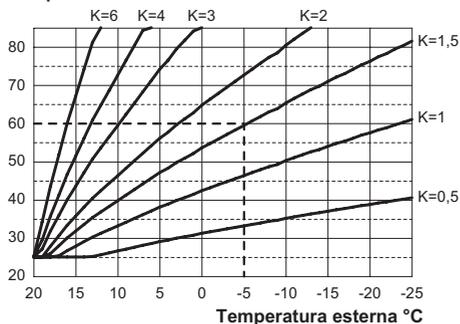

Figura 5.29
Quando si installa la sonda esterna bisogna impostare questo parametro in base al rendimento dell'impianto di riscaldamento per ottimizzare la temperatura di mandata (Figura 5.29).
Es. Per avere una temperatura di mandata all'impianto di riscaldamento di 60°C con una esterna di -5°C si deve settare un K di 1,5 (linea tratteggiata in Figura 5.29).
- Utilizzando i tasti 11 o 12 è possibile modificare il valore del parametro 15 da un minimo di **01** ad un massimo di **60** in base alla curva scelta del coefficiente K in Figura 5.29 (il valore letto sul display corrisponde a valori decimali di coefficienti K).